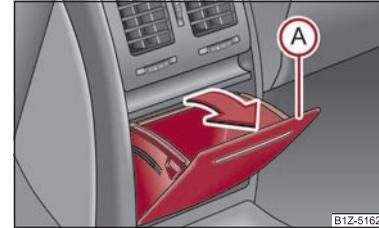

Fig. 99 Console centrale arrière: Vide-poches
- Ouvrez le vide-poches en tirant sur le bord supérieur du vide-poches  et dans le sens de la flèche \Rightarrow fig. 99.